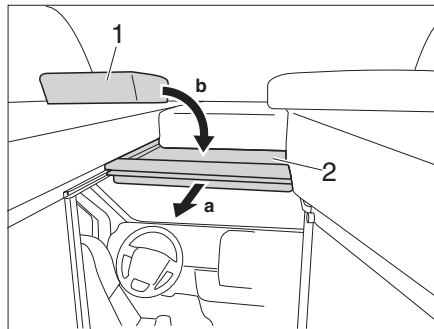

Fig. 54 Séparation pour la cabine de conduite
- Tirer le sommier de lit (Fig. 54,2) vers l'avant par la poignée.
- Placer le coussin (Fig. 54,1) sur le sommier de lit.
- Mettre le coussin (Fig. 54,1) de côté.
- Pousser le sommier de lit (Fig. 54,2) vers l'arrière.